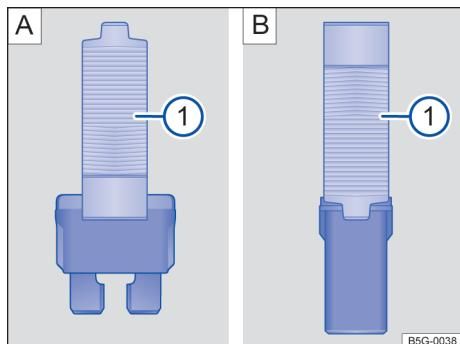

Fig. 145 Retirar ou colocar o fusível com a pinça de plástico: [A]: fusível plano, [B]: fusível de bloqueio.
- Se necessário, retirar a pinça de plástico → Fig. 145 ① da cobertura da caixa de fusíveis.
- De acordo com a versão do fusível, colocar as garras adequadas do alicate plástico → Fig. 145 [A] ① ou → Fig. 145 [B] ① lateralmente no fusível.
- Caso o fusível esteja queimado, substituir o fusível por um novo da *mesma* intensidade de corrente (mesma cor e inscrição) e do *mesmo* tamanho → ①.